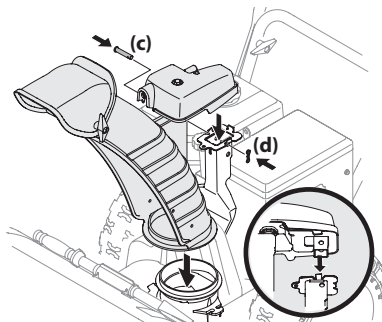

Figura 2-18
2. Ubique el conjunto del canal sobre la base del mismo y sujete el cabezal de control del canal a la ménsula de soporte del canal mediante el pasador de horquilla (c) y el pasador de chaveta (d) que extrajo en el Paso 1. Consulte Figura 2-18.